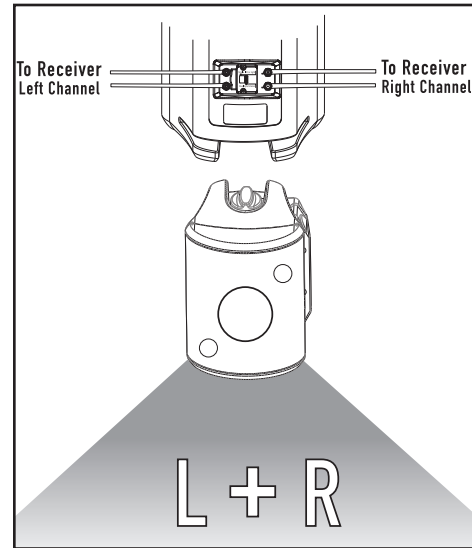
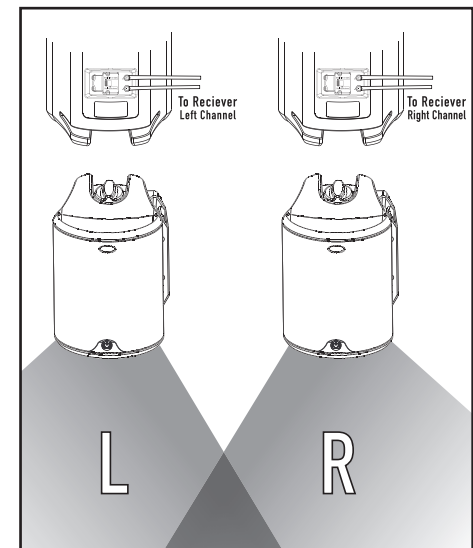

FIGURE 4
FIGURE 5
The Atrium65SDI has a unique Dual Input/Single Input Switch. Combined with its ingenious Dual Tweeter Array, this switch allows the Atrium65SDI to be used either as a single high performance stereo loudspeaker [figure 4], or the left-or-right speaker in a high performance stereo pair [figure 5].
L'Atrium65SDI est muni d'un ingénieux commutateur d'entrées mono/stéréo, de deux tweeters et d'un transducteur à bobines magnétiques jumelées lui permettant d'être utilisée comme enceinte stéréophonique unique [figure 4] ou comme enceinte gauche ou droite d'une paire d'enceintes haute performance [figure 5].
2. Mask off the binding posts on the back of the speaker [figure 5], the end panels and bracket knobs, and carefully mask off the front of the speakers to protect the drivers and baffles while painting [figure 6]. The grille features an engraved logo pod. You can mask this off or paint right over it.
2. Masquez les bornes situées à l'arrière de l'enceinte [figure 5], les panneaux des extrémités de l'enceinte, puis masquez la surface avant des enceintes avec soin pour protéger les transducteurs et l'écran acoustique lors de l'application de la peinture [figure 6]. Masquez également la portion filetée des boutons et des écrous. La grille est dotée d'un logo—vous pouvez le masquer ou le peindre.